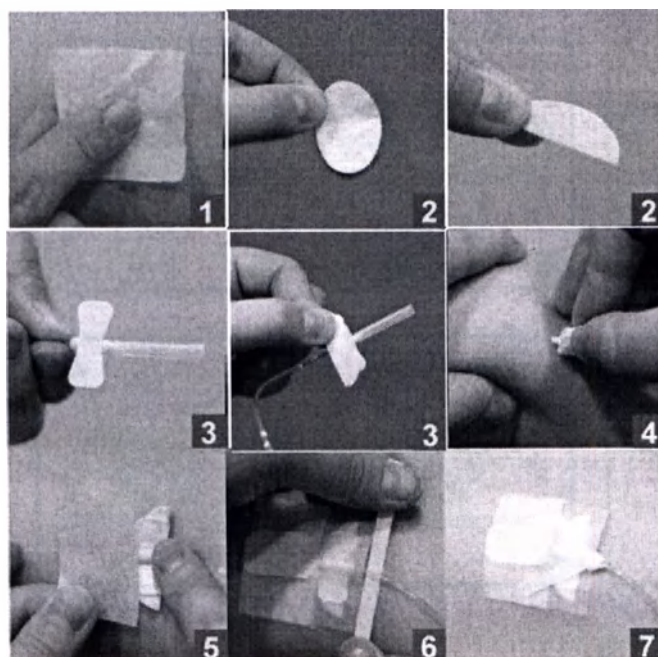

Рис.24.
4. Последовательность этапов установки инфузионного набора к Superline SU 101; SU 102 на поверхность тела показана на Рис.24 (пп.1-7)